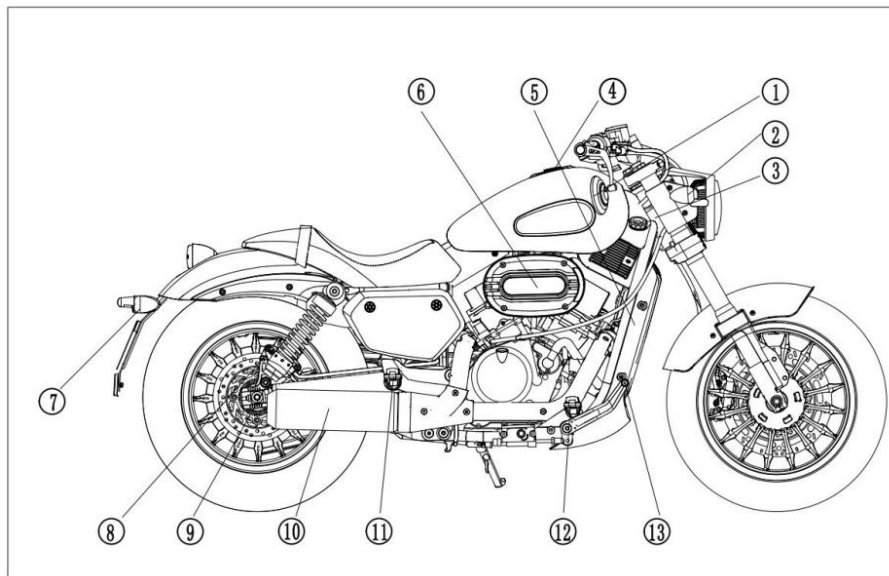

Abb.2
2. (Abb.2)
- ① Rückspiegel Rx
- ③ Blinker vorne Rx
- ③ VIN
- ④ Tankdeckel
- ⑤ Typenschild
- ⑥ Luftfilter
- ⑦ Blinker hinten Rx
- ⑧ Hintere Bremsklammer
- ⑨ Hinterradaufhängung
- ⑩ Auspufftopf